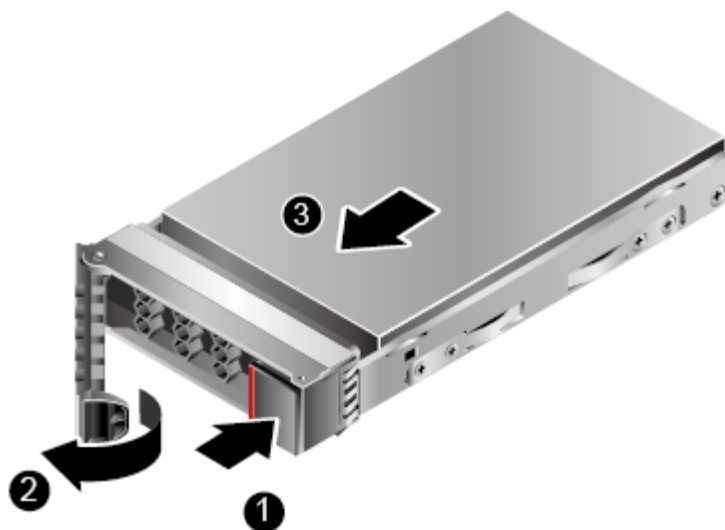

图 5-5 拆卸硬盘
3. 按下扣住硬盘扳手的解锁按钮，如图 5-5 中①所示。
4. 拉住硬盘托架扳手，将硬盘向外拔出约 3cm，硬盘脱机，如图 5-5 中②所示。等待至少 30 秒，硬盘完全停止转动后，将硬盘拔出服务器，如图 5-5 中③所示。